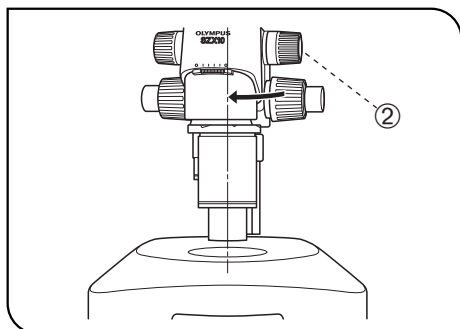

Abb. 31
2. Das Mikroskopstativ wieder in den Beleuchtungs-Strahlengang zurückstellen. Dazu die Feststellschraube der Fokussiereinrichtung ② lösen, das Stativ vorsichtig in Pfeilrichtung drehen, das Objektiv unter Sichtkontrolle mit dem Beleuchtungs-Strahlengang ausrichten und die Feststellschraube ② wieder festziehen. (Abb. 31)